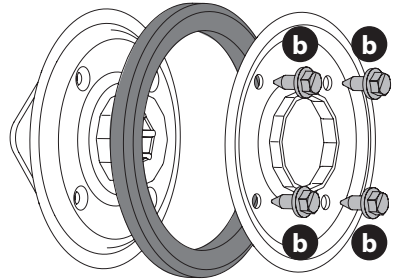

Figura 93
9. Extraiga los cuatro tornillos (b) que mantienen unidas las placas laterales de la rueda de fricción (Figura 93).